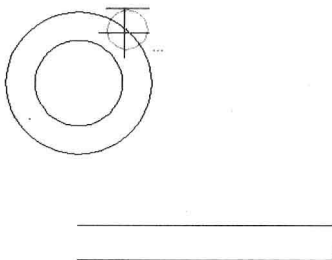
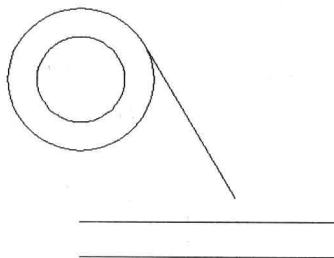

图 4-6-3
图 4-6-4
(4) 单击“直线”按钮，右击鼠标，在弹出的临时捕捉快捷菜单中选择“捕捉到切点”，捕捉并单击圆的切点，如图4-6-3所示。输入直线另一点的相对极坐标“@50<-60”，按两次Enter键，如图4-6-4所示。